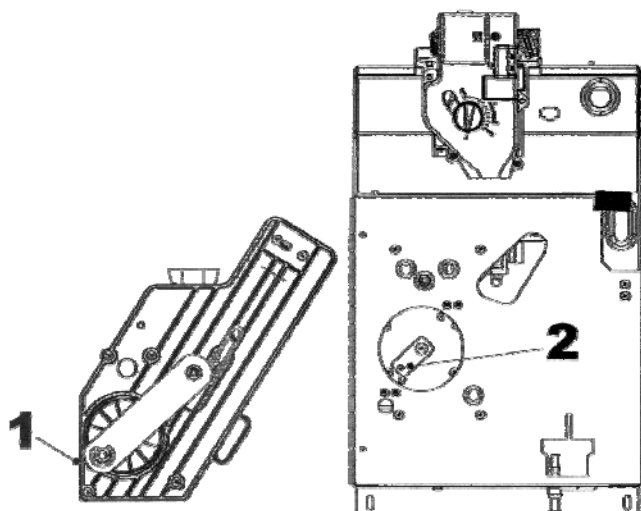

Рисунок 5.04.6
**Важно:** чтобы установить блок для приготовления кофе в рабочее положение, диск узла должен совпадать со стрелкой на пластиковой крышке (№ 1 на рис. 5.04.6), а кулачок двигателя, который приводит в действие блок, должен находиться в режиме ожидания (standby). Чтобы перевести аппарат в режим ожидания, переключайте нижний микропереключатель (№ 2 на рис. 5.04.6)